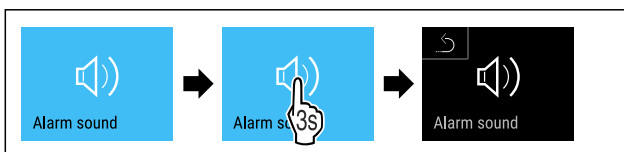

Fig. 93
- Eseguire i passi (vedere Fig. 93) .